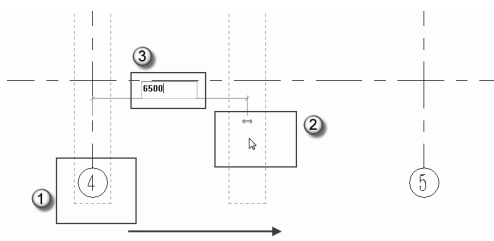

图 1.3.18 复制生成附加轴线
(14) 复制生成附加轴线。选择 4 轴，按快捷键 C+O，向右移动光标，输入数值 6500，按 Enter 键，会生成一个新的轴线，如图 1.3.18 所示。